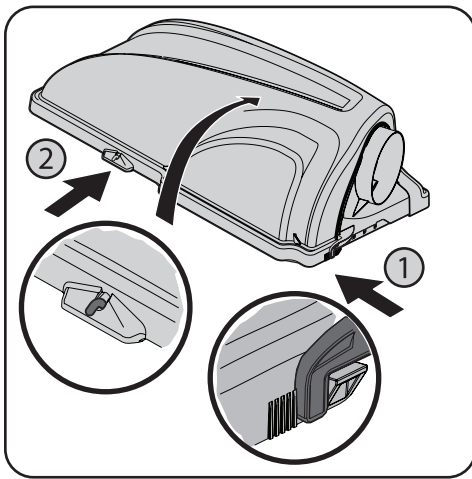

Figure 5-1
1. Ouvrez le capot du dispositif d'ensachage en appuyant sur l'arrière, la languette du côté droit avec votre main droite, comme illustré au point 1 de la Figure 5-1, et levez le couvercle avec votre main gauche placée sur à l'arrière du centre du couvercle du dispositif d'ensachage, point 2.